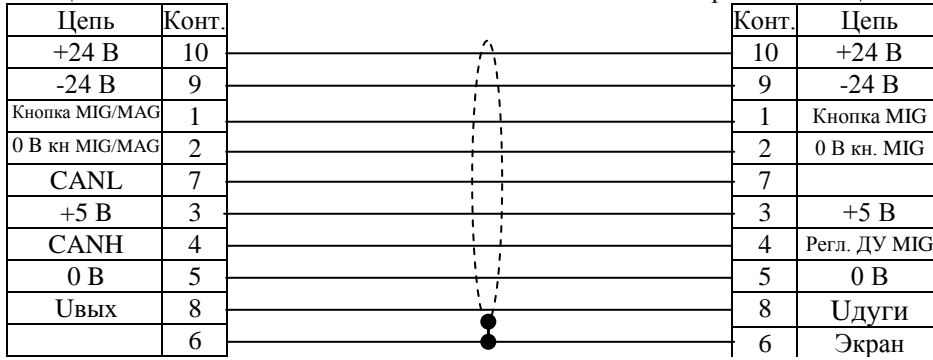

Рисунок 6.5 Схема кабеля управления ВИАМ.685622.094
6.2.2 Для работы с МПП на предприятии-изготовителе можно заказать кабель управления (см. рисунок 6.4) и силовой кабель (см. рисунок 6.5). При заказе указываются длины кабелей (см. таблицу 6.1).